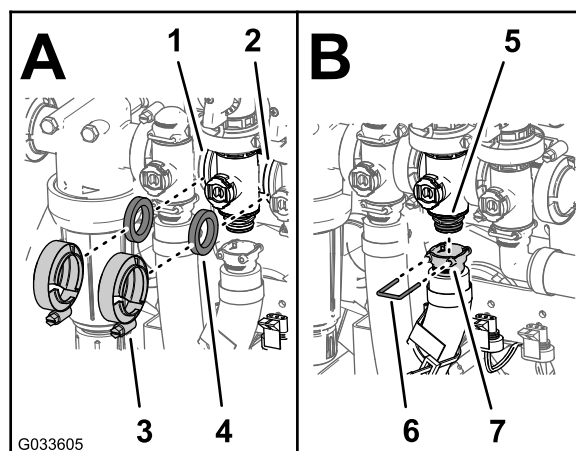

Figure 113
- Montez la vanne de dérivation d'agitation, le joint et le collecteur de la vanne d'agitation avec un collier serré à la main (Figure 113).
- Placez un joint entre les brides du régulateur de débit et du collecteur de la vanne d'agitation (A de Figure 113).
- Montez le régulateur de débit, le joint et le collecteur de la vanne d'agitation avec un collier serré à la main (A de Figure 113).
- Placez un joint entre les brides du collecteur de la vanne d'agitation et de la vanne maîtresse des rampes (A de Figure 113).
- Fixez le collecteur de la vanne d'agitation, le joint et la vanne maîtresse avec un collier serré à la main (A de Figure 113).
- Montez le raccord de sortie sur l'accouplement au bas du collecteur de la vanne d'agitation (B de Figure 113).
- Fixez le raccord de sortie à l'accouplement en insérant un étrier de fixation dans la douille du raccord de sortie (B de Figure 113).